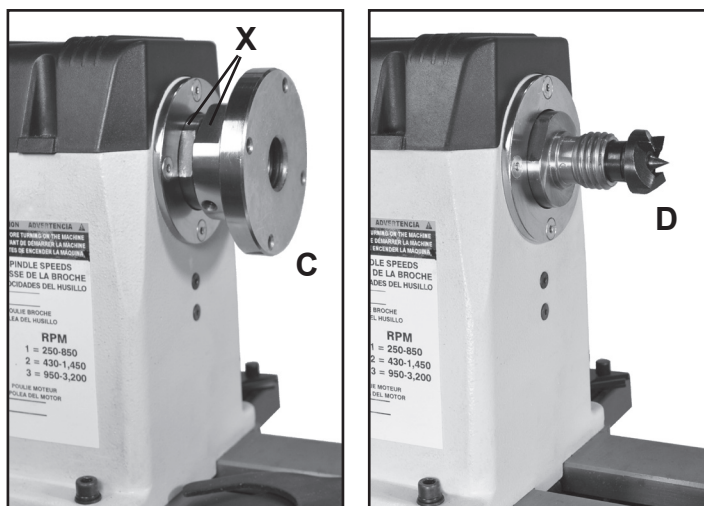

FIG. 2
3. **PLATEAU DE MONTAGE:** Les plateaux de montage (#22B, FIG. 2, C) sont utilisés pour tourner des bols et des assiettes. Les trous de vissage dans le plateau servent à y installer la pièce à tourner.
- Pour retirer le plateau, desserrez les vis de blocage. Utilisez la clé de 38mm fournie sur la portion plate de la broche the supplied 38mm (FIG. 2, X) et la clé de 46mm sur la surface plate du moyeu arrière, puis desserrez le plateau de la broche. Tournez le plateau en sens antihoraire pour le retirer de la broche.
4. **POINTE DE LA POUPÉE FIXE :** La pointe (#23B, FIG. 2, D) est utilisée pour le tournage entre pointes. Elle se loge dans la broche. La broche et la pointe ont des alésages MT2 correspondants. La pointe peut être retirée de la broche avec la longue barre de dégagement (K) insérée à travers l'extrémité gauche de la broche. **NOTE :** Soyez prudents et tenez la pointe durant cette opération afin qu'elle ne tombe pas sur le sol. Une barre de dégagement courte (L) est fournie afin de retirer la petite pointe centrale si elle doit être remplacée.